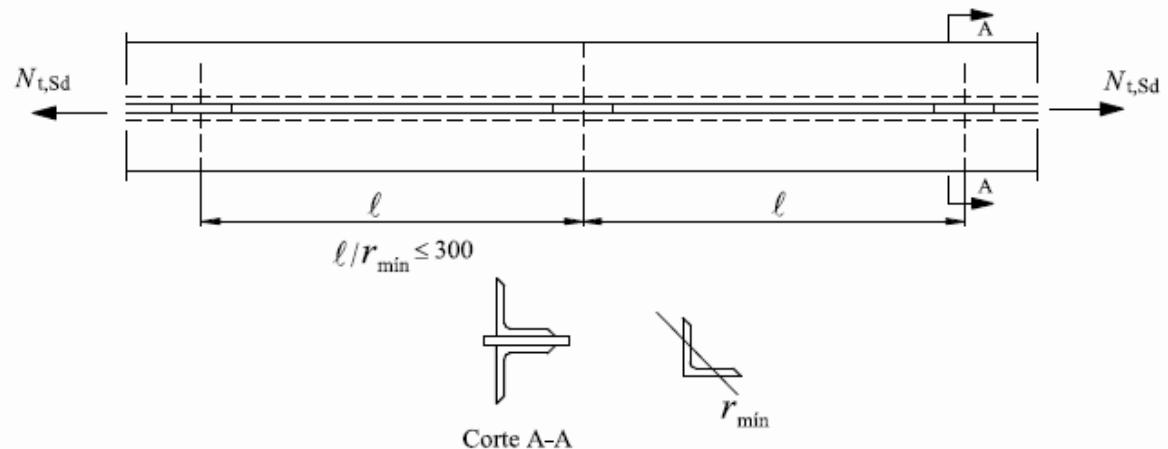

Figura 9 – Barra composta tracionada
5.2.8.2 Recomenda-se que nas barras compostas formadas por dois ou mais perfis ligados por contato direto ou com afastamento igual à espessura de chapas espaçadoras, o índice de esbeltez ℓ/r_{\min} de qualquer perfil componente, entre duas ligações adjacentes, não seja superior a 300, conforme ilustra a Figura 9. Essas barras, trabalhando como unidade, estão também sujeitas à recomendação de 5.2.8.1.